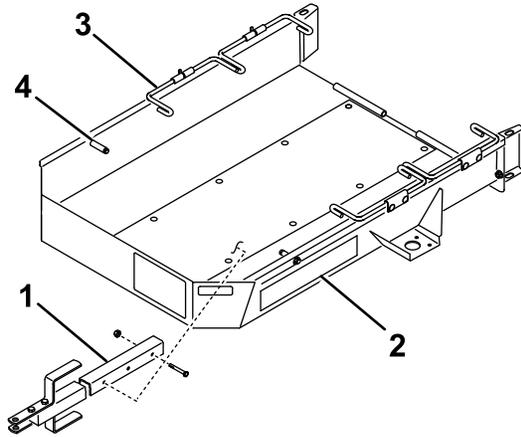

Figure 1
1. Fixez le timon au support sur la face inférieure du plateau de la remorque à l'aide de boulons ($\frac{3}{8}$ " x $2\frac{3}{4}$ "") et 2 contre-écrous (Figure 1).
4. Réglez la commande d'accélérateur au plus bas, puis conduisez la machine **lentement** sur la remorque jusqu'à ce que les roues de transport rencontrent les butées de la remorque (Figure 1).
6. Faites pivoter le premier jeu de tiges de roue vers le bas, derrière les roues de transport (Figure 1).